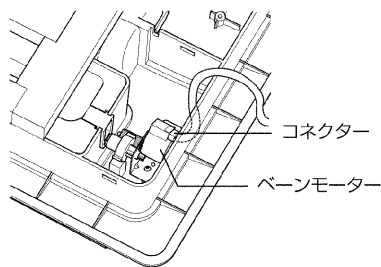
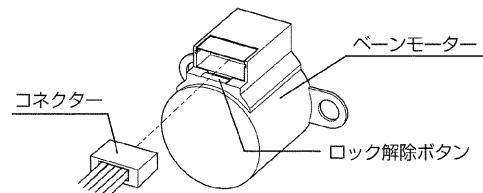

図20
図21
- ・ベーンに接続しているコネクターを外します。コネクターはロックされていますのでロック解除ボタンを押しながらコネクターを外します。（図20、図21）